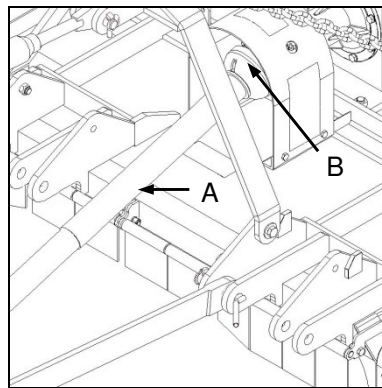

Fig. 2
- ✔ Following installation of the PTO drive shaft, lift the implement to an acceptable transporting height and ensure that there is no contact between the PTO driveshaft and the implement (Fig. 2-A).
- ✔ Ensure that universal joint operating angles are not exceeded and that over-compression or over-extension of the PTO drive shaft is avoided (Fig. 2-B).
- ✔ Nadat installering van die kragaftakkeras moet die implement tot 'n aanvaarbare vervoerhoogte gelig word en maak seker dat daar geen kontak tussen die kragaftakkeras en die implement is nie (Fig. 2-A).
- ✔ Verseker dat kruiskoppelingwerkshoeke nie oorskry word nie en dat daar geen oorkompressie of oorverlenging van die kragaftakkeras plaasvind nie (Fig. 2-B).